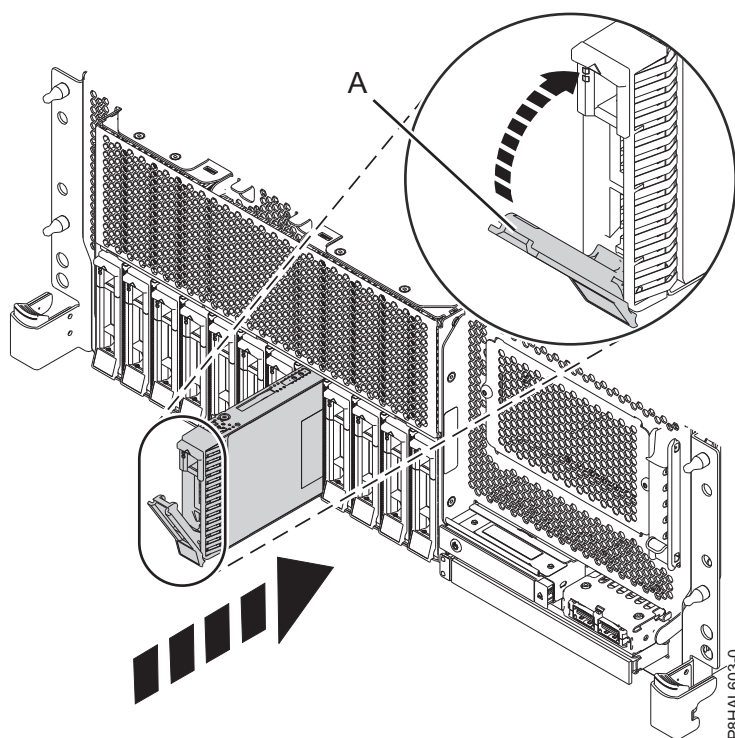
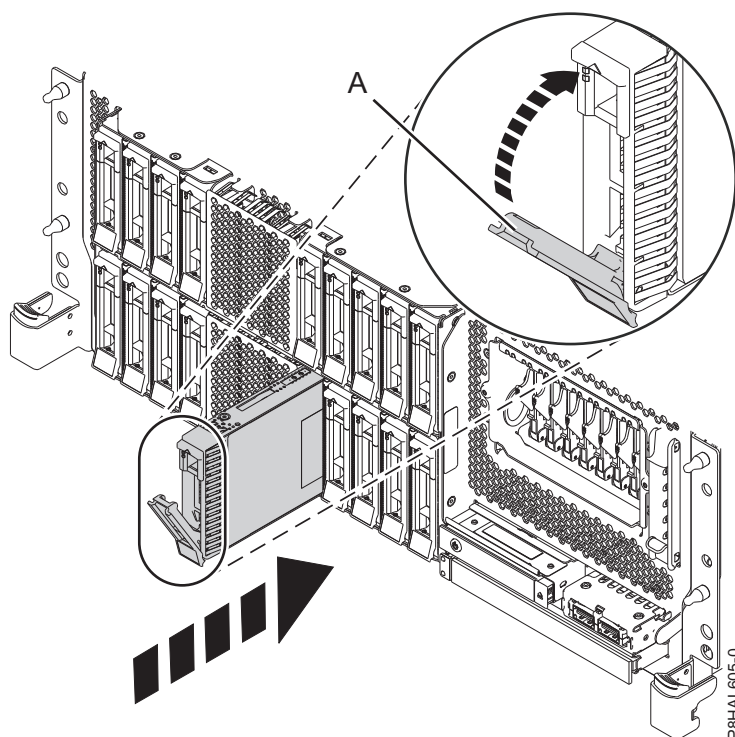
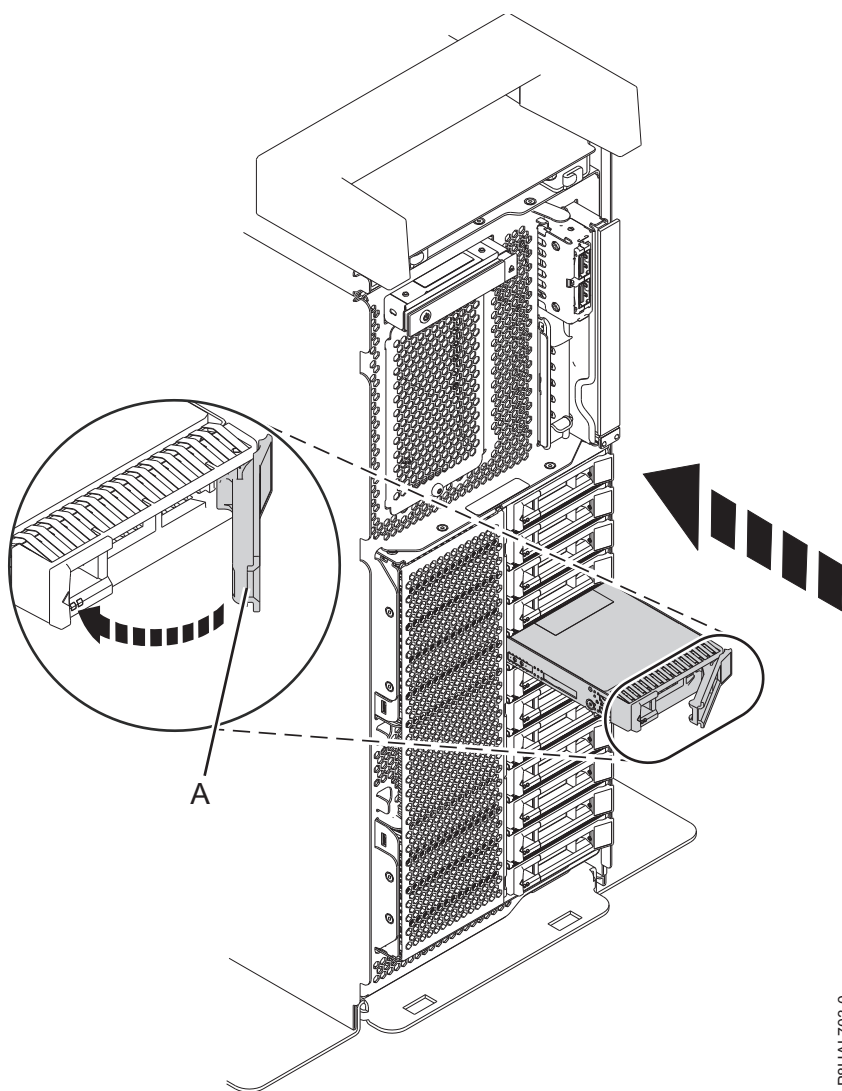
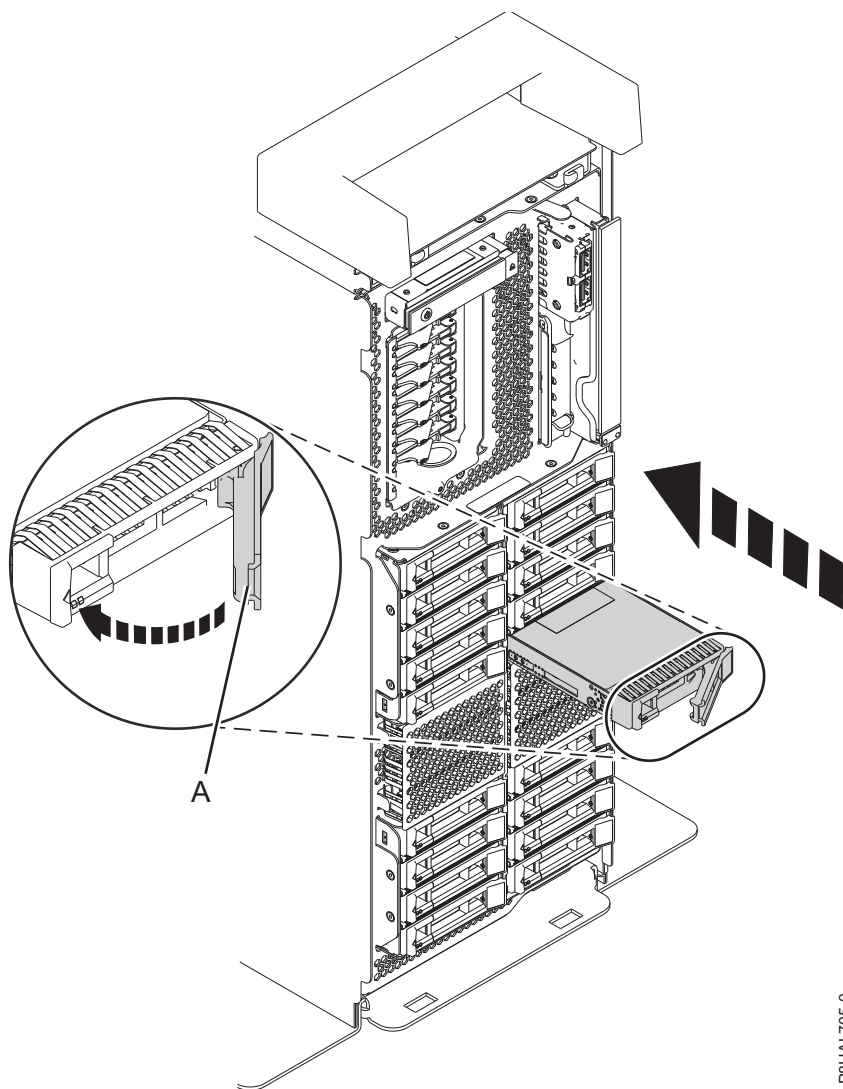

Figura 125. Substitució d'una unitat de disc d'un sistema de funció bàsica muntat en bastidor
Figura 126. Substitució d'una unitat de disc d'un sistema de funció expandida muntat en bastidor
Figura 127. Substitució d'una unitat de disc d'un sistema de funció bàsica autònom
Figura 128. Substitució d'una unitat de disc d'un sistema de funció expandida autònom
4. Desbloquegeu la nansa del compartiment d'unitats (**A**) prement-la i estirant-la cap a vosaltres. Si la nansa no s'estén del tot, la unitat no podrà lliscar en el sistema. Consulteu Figura 125 a la pàgina 137, Figura 126 a la pàgina 137, Figura 127 a la pàgina 138 i Figura 128 a la pàgina 139.
8. Quan el LED d'identificació parpellegi per la ranura seleccionada, moveu la unitat al fons de la ranura i pressioneu la nansa del compartiment d'unitats (**A**) fins que quedi bloquejada, tal com es mostra a Figura 125 a la pàgina 137, Figura 126 a la pàgina 137, Figura 127 a la pàgina 138 i Figura 128 a la pàgina 139.